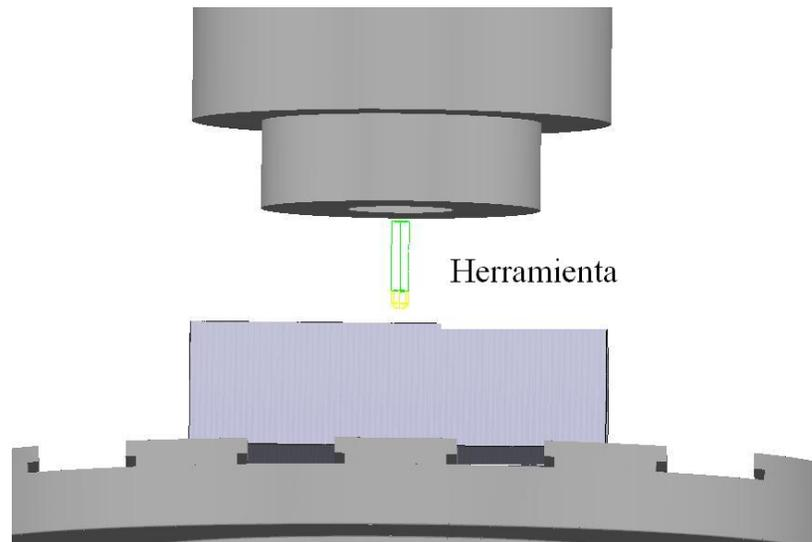

Figura 2.163 Definición de portaherramientas virtual.
- Hacer clic en el botón Cerrar para implementar este cambio. Se verá algo similar a la Figura 2.163.